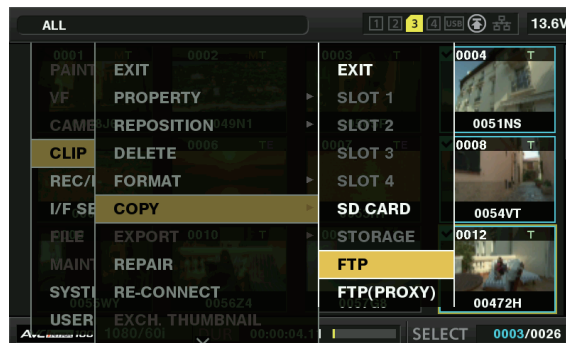

図 1
- 4** サムネール画面からメインメニュー → [CLIP] → [COPY] → [FTP] または [FTP (PROXY)] を選択して転送するクリップを選択する。(図 1)